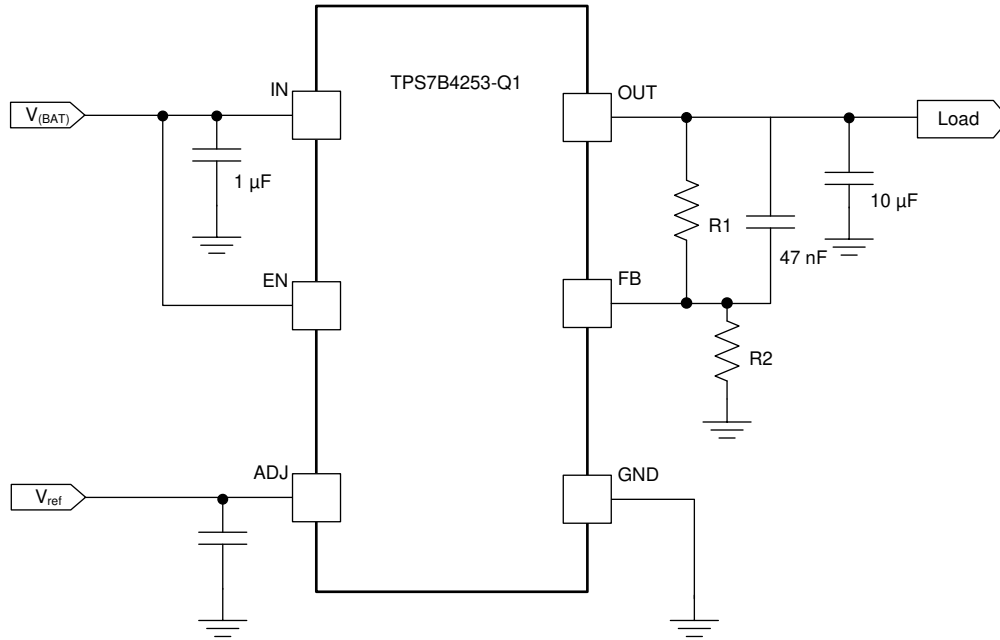

图 6-4. 输出电压高于基准电压
通过使用连接在 OUT 和 FB 引脚之间的外部电阻分压器，可以生成高于基准电压的输出电压，如图 6-4 所示。使用方程 2 计算输出电压的最小值 (L)。R1 和 R2 的推荐范围为 10kΩ 至 100kΩ。